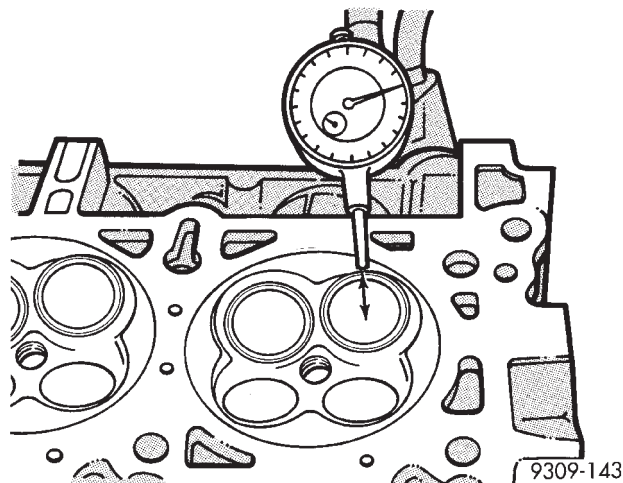

Abb. 113 Verschleißmessung/Ventilführung
(1) Das Spiel zwischen Ventilschaft und Führung wie folgt messen:
(2) Das Ventil so in den Zylinderkopf einbauen, daß es 15 mm (0,590 Zoll) über den Ventilsitz hinausragt. Das Ventil mit einem kleinen Schlauchstück befestigen.
(3) Meßuhr C-3339 am Zylinderkopf anbringen und rechtwinklig am Ventilschaft ausrichten (Abb. 113).
(4) Ventil an der Meßuhr hin- und herbewegen. Siehe Sollwerte/Ventilführung.